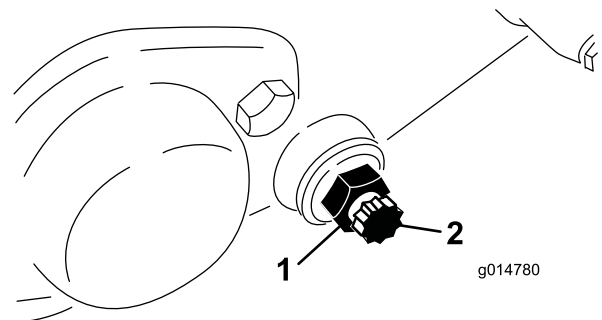

Figura 56
3. En cada lado de la máquina, afloje la contratuerca que fija el perno de la barra de asiento (Figura 56).
4. Retire cada perno, para poder tirar de la barra hacia abajo y retirarla de la máquina. Guarde las 2 arandelas de nylon y las 2 arandelas de acero troqueladas de cada extremo de la barra de asiento (Figura 56).